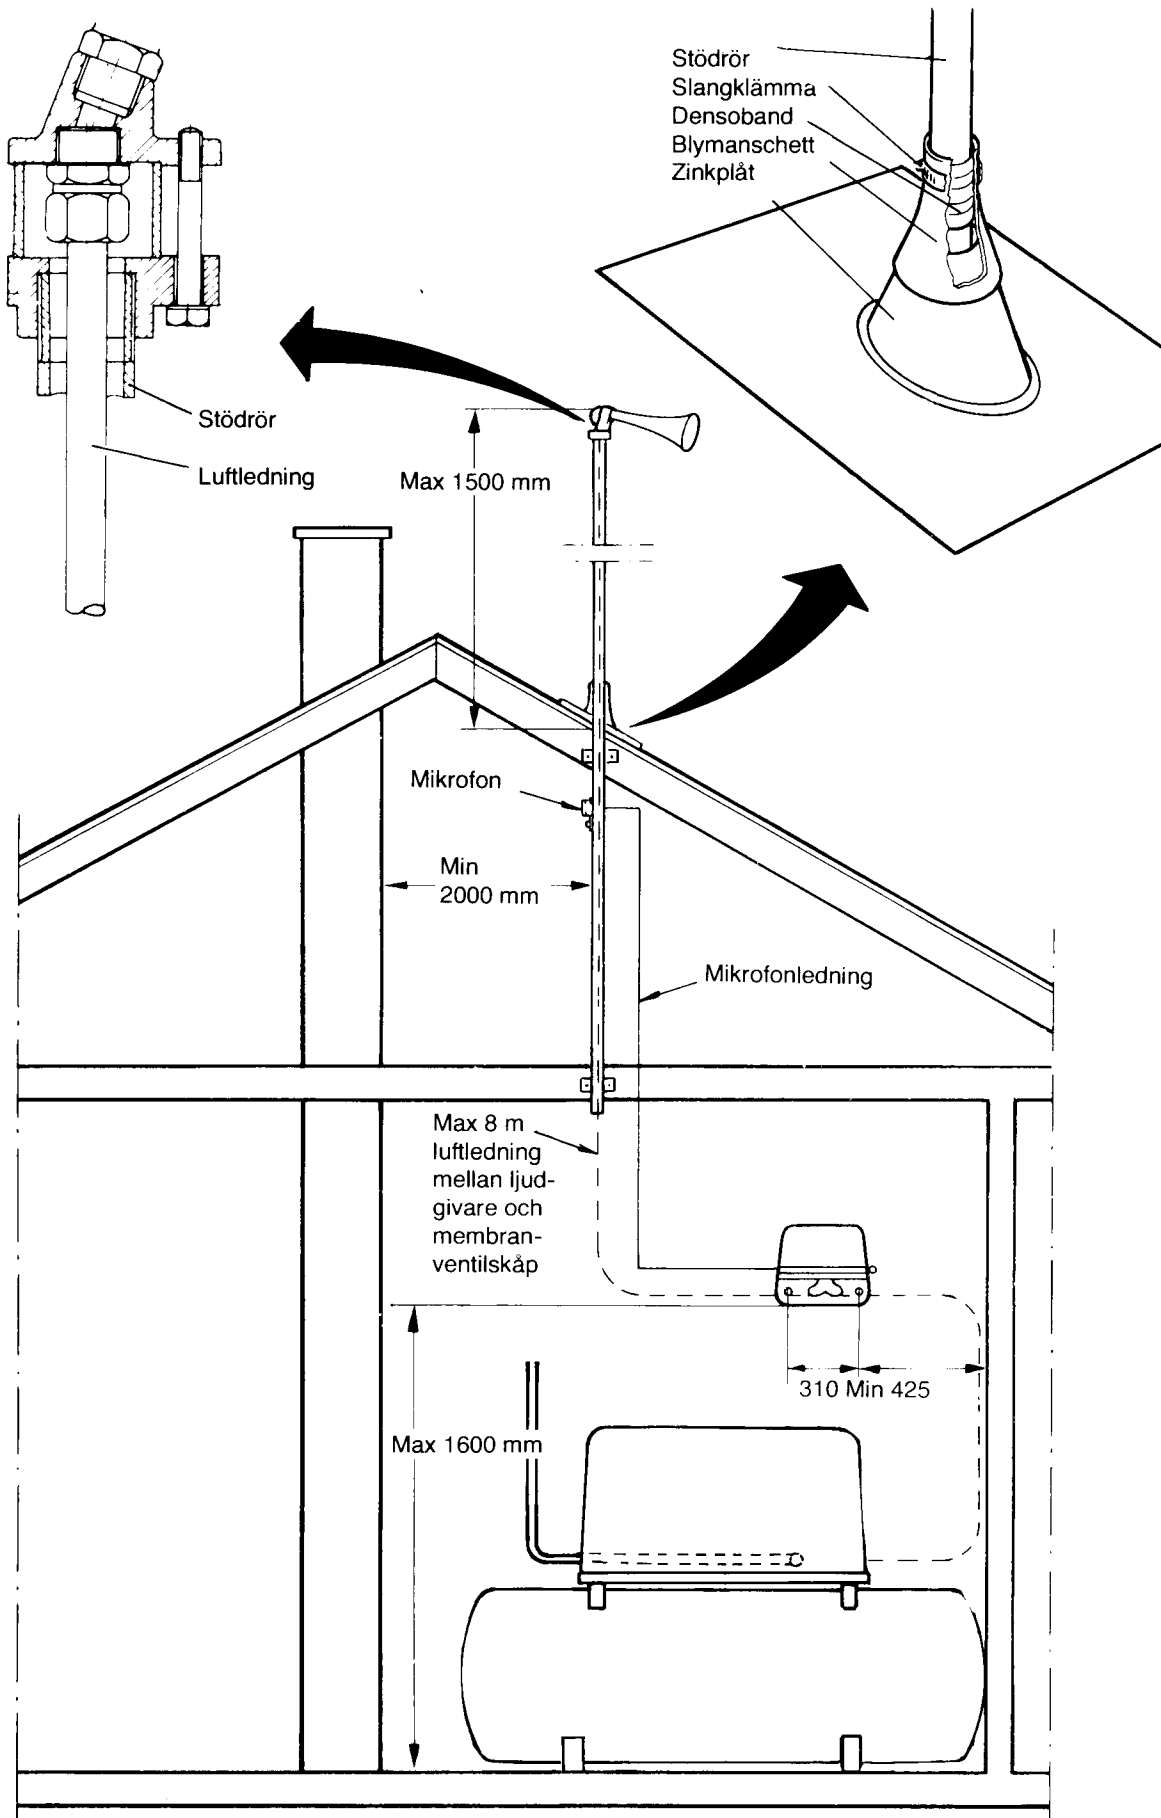

Bild 10. Installation
Installera ventilskåpet (se bild 10)
Ljudgivaren monteras på ett galvaniserat stödrör med gänga R 1" (se bild 10). Välj platsen så att följande villkor uppfylls:
- vid takgenomföring används takstos av lämplig typ, t ex SIEMENS SA2 705B som tätas enligt bild 10.
Mikrofonen sätts fast på stödröret med hjälp av byglar eller slangklämma (se bild 10).